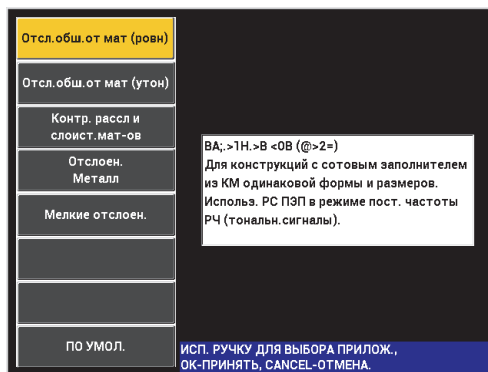
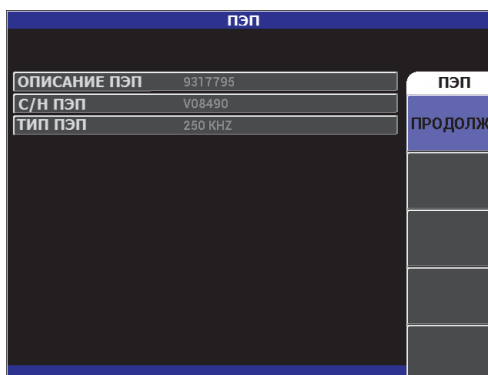
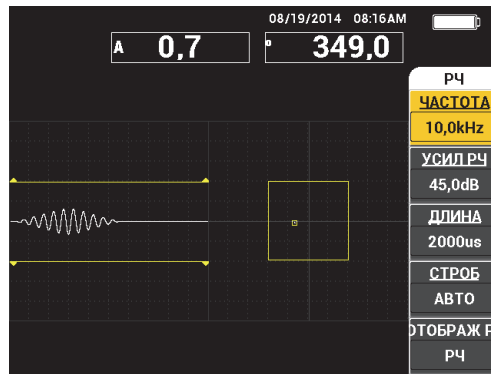

Рис. 3-2 Выбор приложения в меню настроек
Рис. 3-3 Экран распознавания PowerLink
Рис. 3-4 Экран измерений
- Если никакой преобразователь не подключен к прибору или если подключен стандартный преобразователь (не PowerLink), на экране BondMaster 600 появляется меню быстрой конфигурации приложений (см. Рис. 3-2 на стр. 62). Выберите в меню одно из представленных стандартных приложений для автоматической конфигурации соответствующих настроек.
- Если к прибору подключен преобразователь PowerLink, BondMaster 600 открывает при запуске экран распознавания PowerLink (см. Рис. 3-3 на стр. 62), в котором можно автоматически настроить прибор для использования данного типа преобразователя.
- ◆ Находясь на экране распознавания устройства PowerLink (см. Рис. 3-3 на стр. 62), нажмите клавишу A, чтобы загрузить программу (сохраненную на преобразователе PowerLink). Произойдет автоматическая настройка прибора.
Экран измерений открывается после завершения начальных этапов меню быстрой настройки или меню PowerLink (см. Рис. 3-4 на стр. 64).
На Рис. 3-4 на стр. 64 представлен пример стандартного экрана измерений. Внешний вид экрана может меняться, в зависимости от выбранного приложения или загруженной программы PowerLink (см. Рис. 3-2 на стр. 62 и Рис. 3-3 на стр. 62).